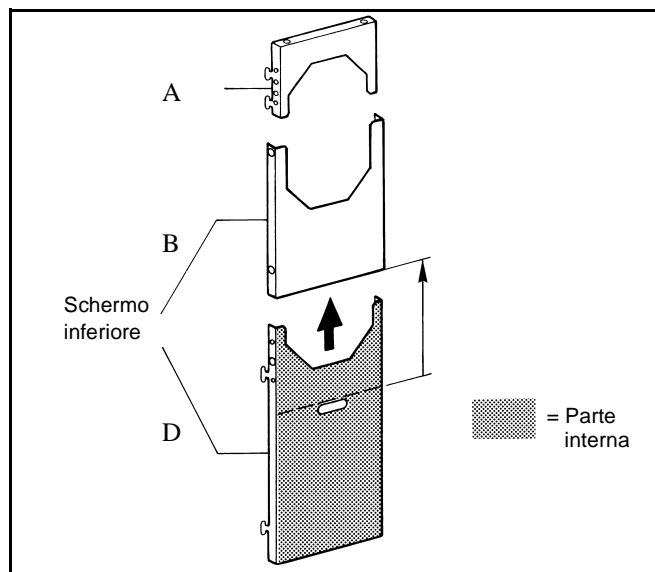

Fig. 18
- Predisporre la parte di schermo inferiore ed avvitarela con 2 viti autofilettanti secondo la fig. 18.